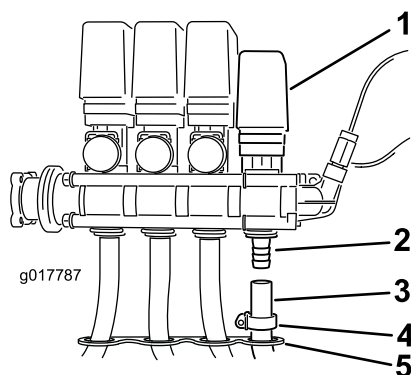

Figure 13
8. Passez le flexible par le trou libre de l'attache-flexibles sur le support de vanne et faites-le monter jusqu'à l'embout cannelé sur la vanne de dévidoir (Figure 13).